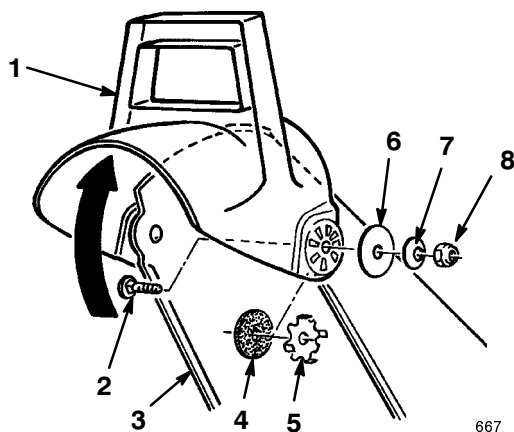

Bild 15
2. Befestigen Sie die linke Seite des Ablenkblechs mit den im Bild 15 gezeigten Teilen am Auswurfkanal.